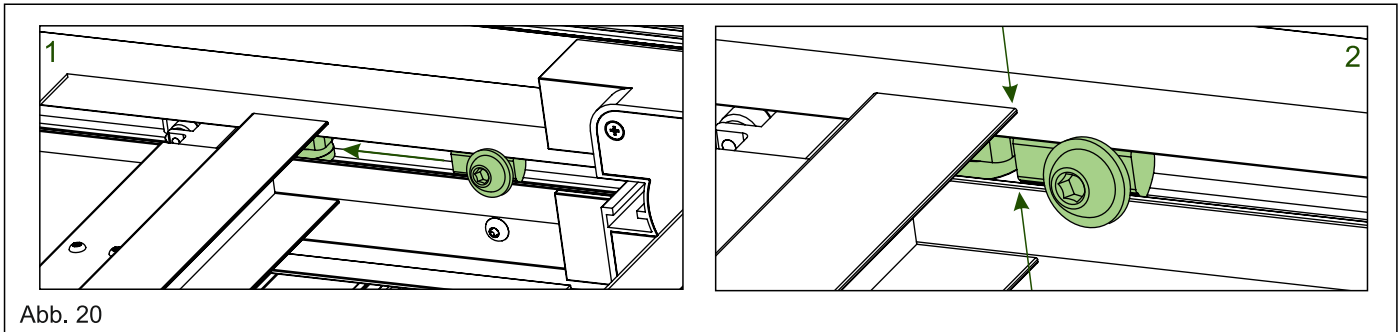

Abb. 20
21. 1. Lösen Sie die Schrauben an beiden Stoppern in den Laufschienen und schieben Sie sie vorsichtig bis an die Laufwagen heran. Achten Sie darauf, dass Stopper und Laufwagen hierbei aufeinander stoßen (bündig zu einander verlaufen) – ohne dabei die Position der Laufwagen zu verändern. 2. Es darf kein Spalt zwischen Stopper und Laufwagen bleiben. Fixieren Sie die Stopper anschließend durch Festziehen der Schrauben. (Siehe Abb. 20)